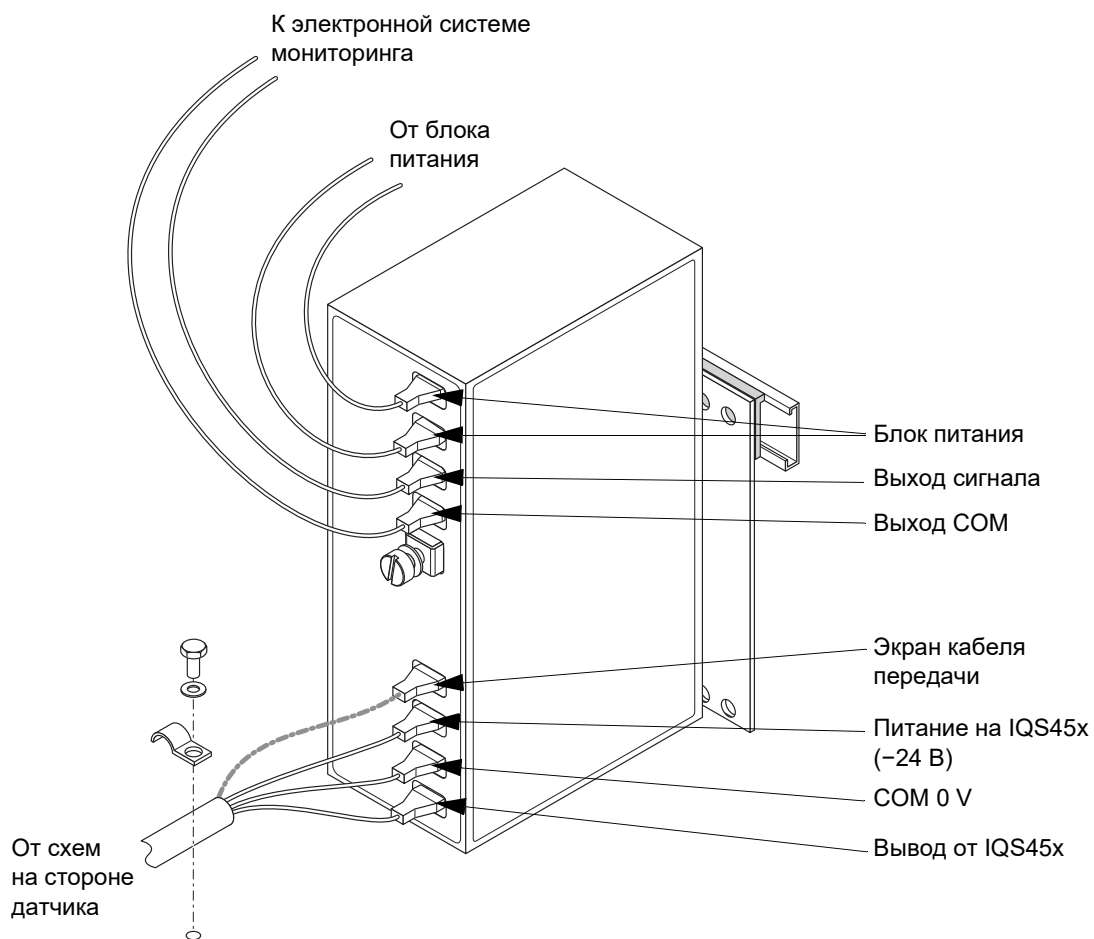

Рис. 5-6. Блок питания и блок защитного барьера GSV14x
Кабель передачи от схемы на стороне датчика и соединительный кабель к схеме на стороне мониторинга подключаются к блоку GSV14x с помощью кабельных наконечников (см. Рисунок 5-6), напрессованных на провода.
- 2- Идентифицируйте все подключенные к блоку GSV14x провода кабеля передачи со стороны датчика и соединительного кабеля в направлении стороны мониторинга. Обратитесь к Рисунок 5-6 и запишите в Табл. 5-3 номер и/или цвет каждого провода.
- 5- Отпускайте крепежный винт M4, пока блок GSV14x не будет демонтирован, и снимите набор для монтажа с DIN-рейки (см. Рисунок 5-6).